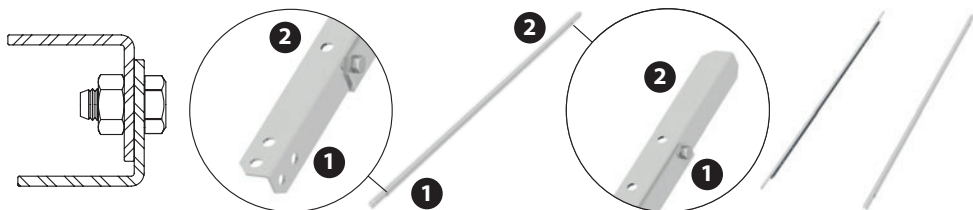

Figura 2.11
- 1 Avvitare la barra **1** alla barra **2**, utilizzando i bulloni M8 e i dadi inclusi nella confezione (Figura 2.11). Ripetere il passaggio anche per la seconda coppia di barre.